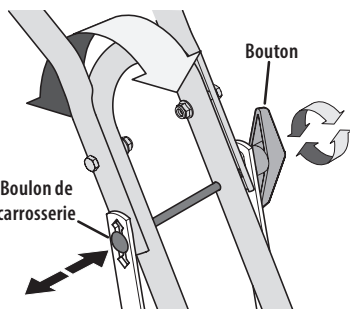

Figure 4
- Il y a trois trous de réglage de la hauteur sur le support du guidon. Utilisez un des trous pour placer le guidon à la hauteur de la taille de l'utilisateur, lorsque les dents pénétreront de 3 ou 4 pouces dans le sol. Pour régler la hauteur du guidon, desserrez le bouton sur le côté, retirez le boulon de carrosserie, ajustez à la hauteur désirée, poussez ensuite le boulon de carrosserie dans l'ouverture carrée pour le verrouiller et resserrez le bouton. Voir la Figure 4.